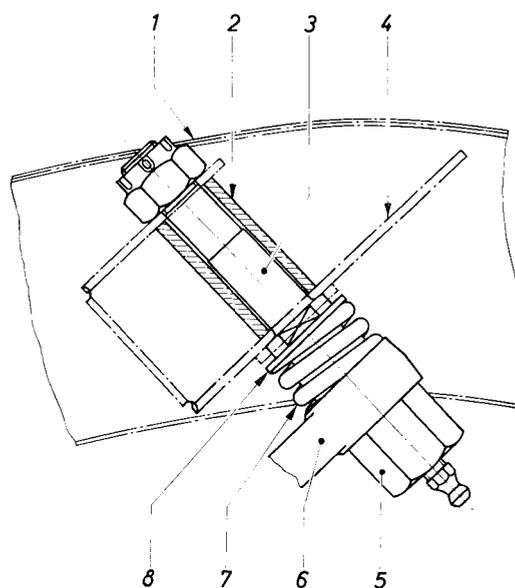

Bild 104 – Anordnung Lenkzwischenhebel-Zusammenbau (bei Lenkung mit durchgehendem Lenkstützrohr)
**Die Gewindebuchse im Lenkzwischenhebel darf auf keinen Fall herausgeschraubt werden**, da diese durch ein Spezial-Gewinde im Lenkzwischenhebel gehalten wird. Dagegen ist es möglich, den Haltebolzen bzw. Halter des Lenkzwischenhebels aus dem Laufgewinde der Gewindebuchse herauszuschrauben, um die Spielausgleichfeder mit Scheibe austauschen zu können (Bild 104).